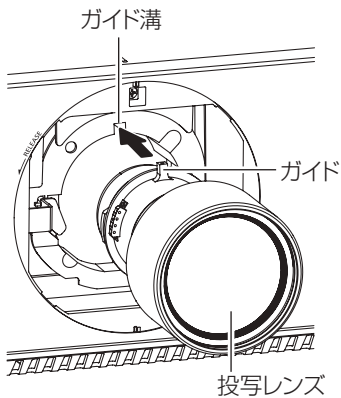

図 1
- 1) 投写レンズカバーを取り外し、投写レンズのガイドを本体のガイド溝に合わせて奥まで差し込む (図 1)